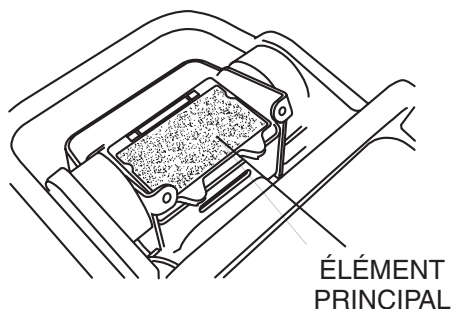

Figure 13. Élément principal du filtre à air
- Enlever le couvercle du filtre à air. Desserrer et enlever les 2 vis qui maintiennent le couvercle sur le filtre à air. Si l'élément principal (Figure 13) est encrassé, le laver avec de l'essence ou du kérosène Puis le plonger dans l'huile moteur (SAE10W-30) et essorer l'élément de sorte que 25 à 30 ml d'huile moteur reste dans l'élément.